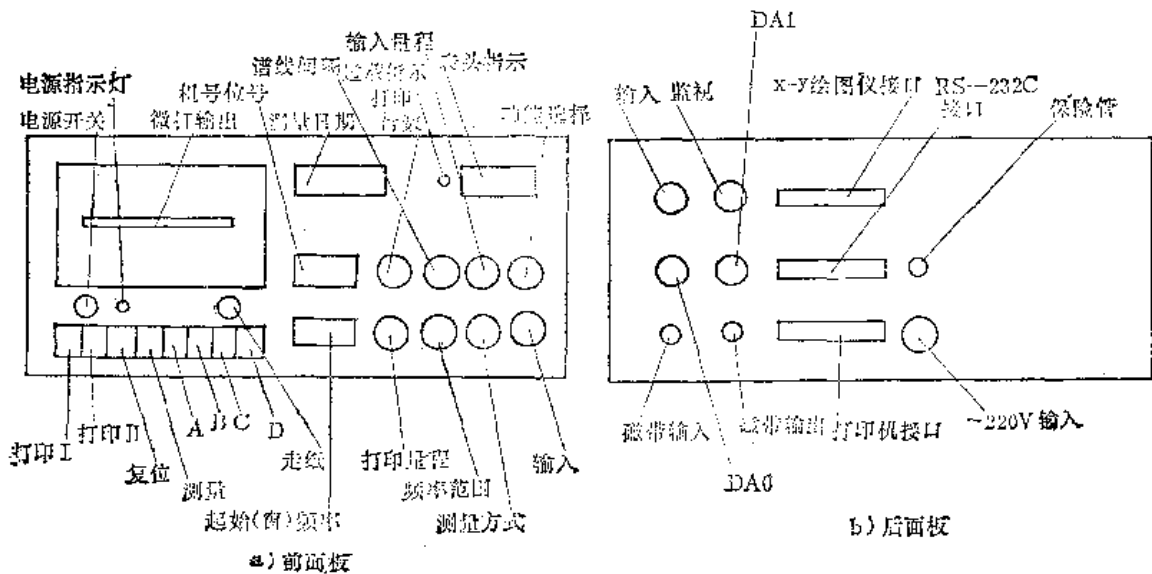

图19-1-11 BZ-4200前、后面板设置图
② 打印输出: 可打印单次测量和八次平均后的幅值谱和自功率谱, 15个最大值的频率和幅值, 局部谱及时域信号。还可同时打印测量日期、被测机号或位号、功能选择、测量方式(速度、加速度或位移)、测量量程、时域峰值等参数。
③ 时域单峰值: 在打印参数中用 PEAK 表示, BZ-4200的前后面板设置如图 19-1-11 所示。